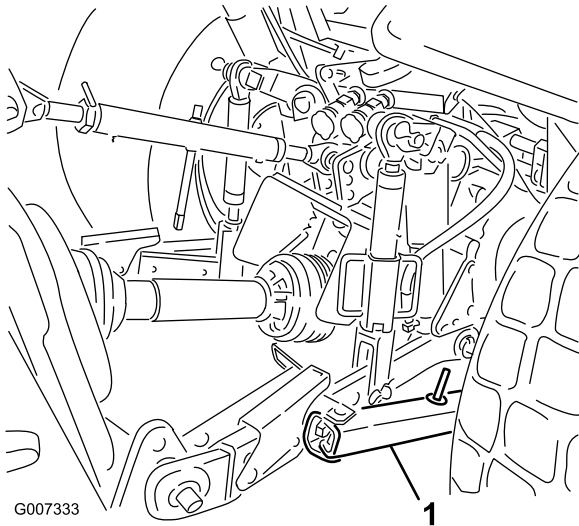

Рисунок 28
1. Отрегулируйте поперечные тяги на нижних рычагах подъема так, чтобы боковое перемещение не превышало 25 мм на каждой стороне (Рисунок 28).